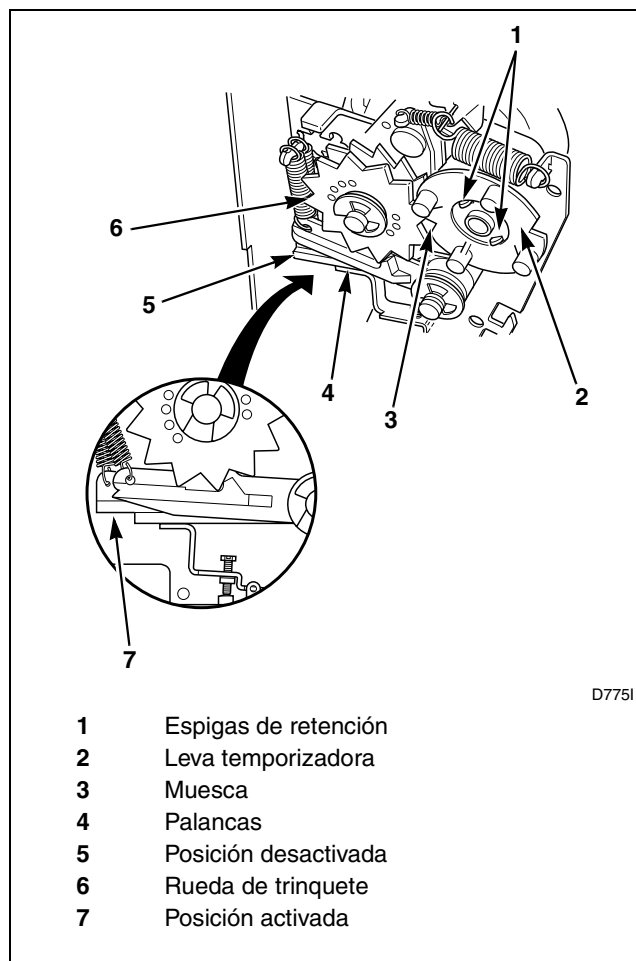

Figura 1
**NOTA:** Antes de poner en uso la secadora, sitúe la rueda de trinquete y la leva temporizadora en la posición "OFF" (desactivadas). Consulte la *Figura 1* en cuanto a la posición adecuada.